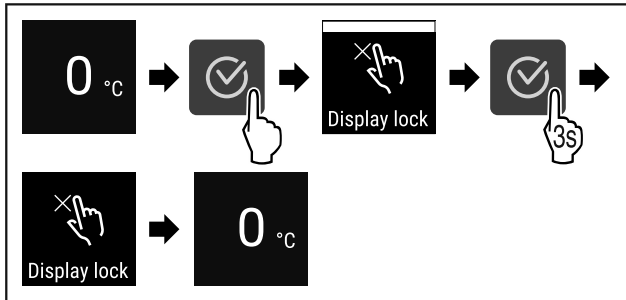

Fig. 78
- ▶ Følg anvisningene (se Fig. 78) .